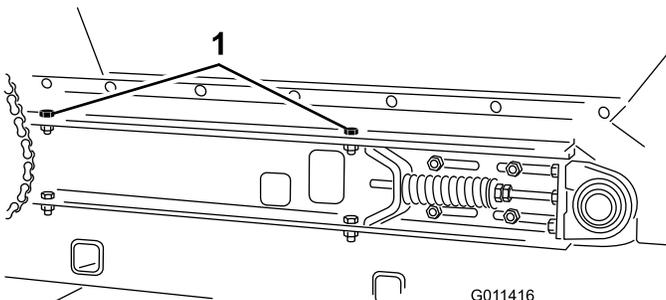

Рисунок 32
- 4. Снимите на каждой стороне машины 2 винта с головкой, шайбы и гайки крепления бункера к подвижной плите (Рисунок 32).